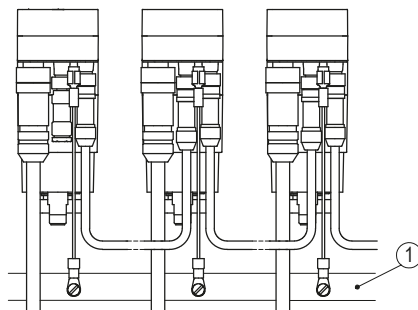

Abb. 9: PE-Schiene
Zum Schutz vor Störungen müssen die Schirme der Signalleitungen und Netzleitung beidseitig angeschlossen werden. Potentialunterschiede führen zu unzulässigen Strömen auf dem Schirm. Den PE Anschluss ④ zwischen den Anschlusssteckern auf das Schutzleiterpotential legen (siehe Abb. 8). Verwenden Sie dazu 6.3 mm Flachstecker mit kurzer Litze 2.5 ... 4 mm2 (nicht im Lieferumfang). Bei mehreren Stellantrieben wird empfohlen die Erdung auf eine PE-Schiene ① anzuschließen (siehe Abb. 9).